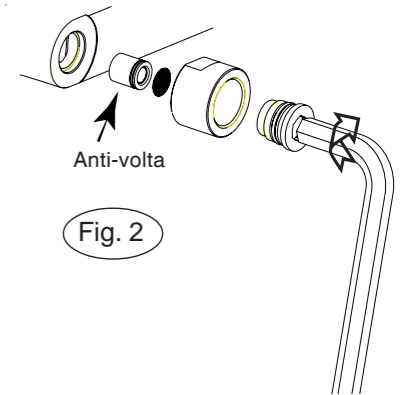

Fig. 2
- Com uma chave hexagonal de 12, desenroscar o olhal contendo a válvula anti-volta no **sentido das agulhas dum relógio**, depois o empurar com a chave para o extrair. Ver a figura ao lado.(fig. 2).